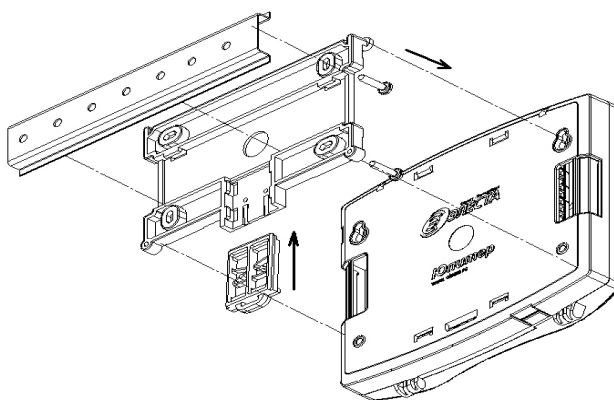

Рисунок 19. Вариант установки прибора через переходную планку на DIN-рейку(вид с задней крышки прибора)
- прибор крепится на переходную планку, которая устанавливается на DIN-рейку с помощью пластиковой защелки (рисунок 19).